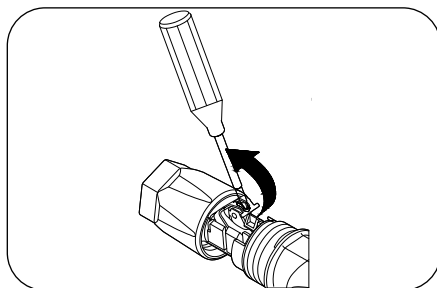

Figura 14
2. Aprire la molla utilizzando un cacciavite (Figura 14).